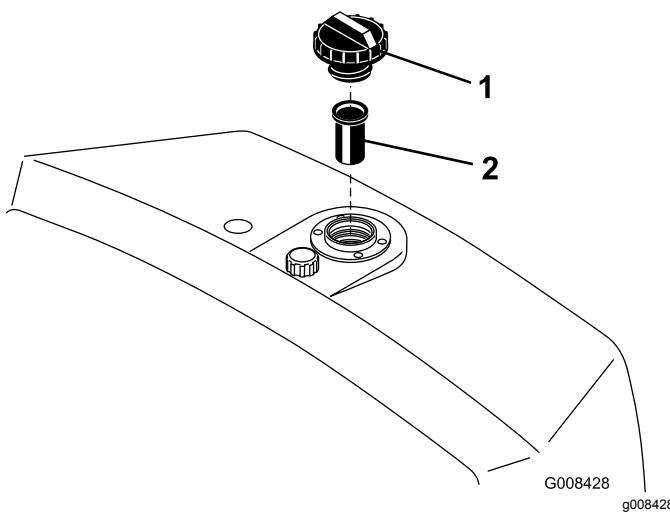

图26
2. 卸下油箱盖并查看油位。油位应达到加油颈滤网的底部 图26